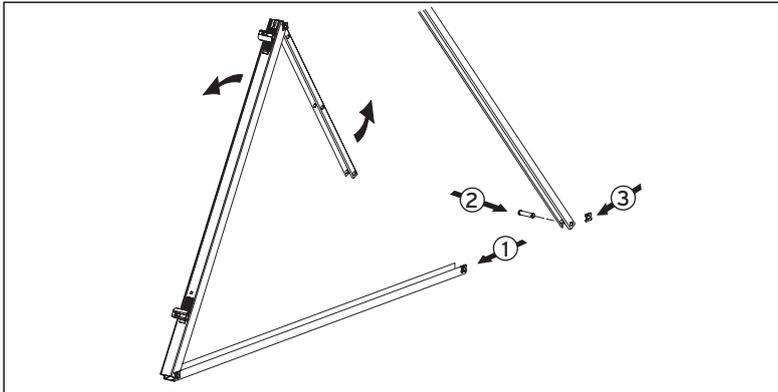

Abb. 5.2 Gestelle vorbereiten
- Stellen Sie ein weiteres Gestell auf (vgl. Abb. 5.2 bis 5.4).